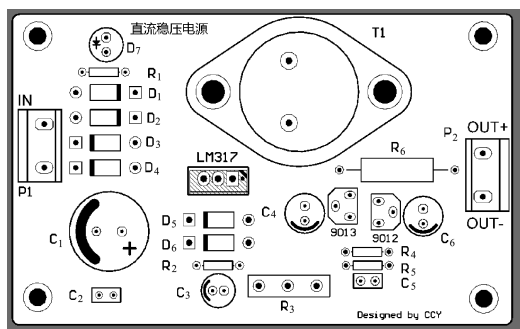

图 3-14 直流稳压电源的元器件焊接位置图
(1) 直流稳压电源的元器件焊接位置图如图 3-14 所示。